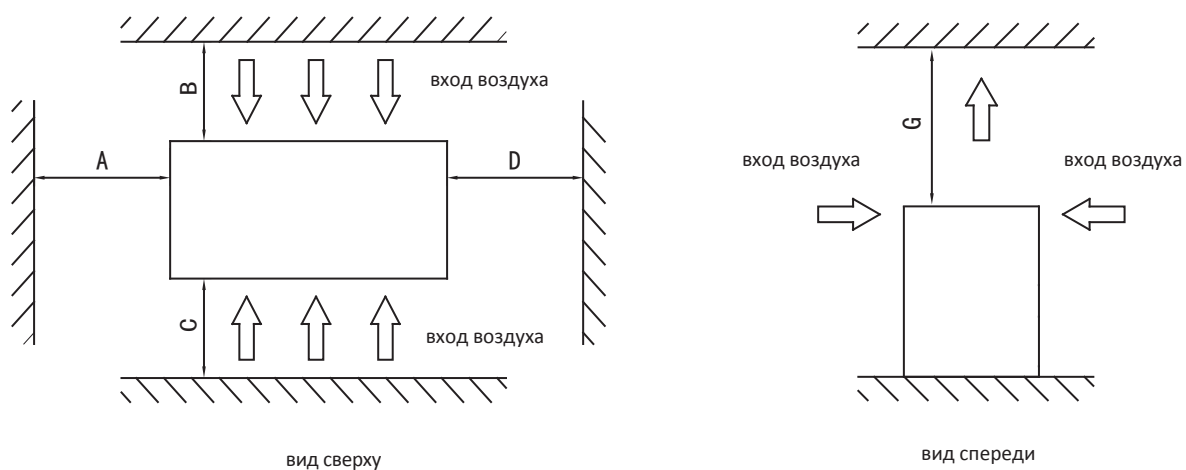
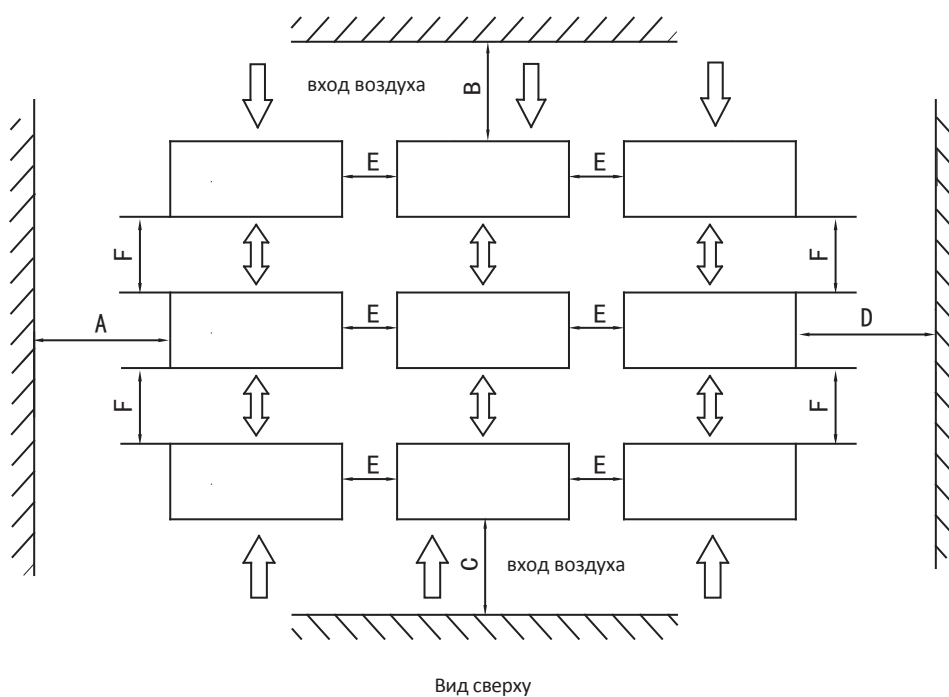

Рис. 6-4 Установка одного chillера
Рис. 6-5 Установка нескольких chillеров
- Чтобы избежать обратного потока воздуха и сбоев в работе чиллера, параллельная установка нескольких модульных чиллеров может следовать направлению и расстоянию, как показано на Рис. 6-4, Рис. 6-5 и Таблице 6-2.